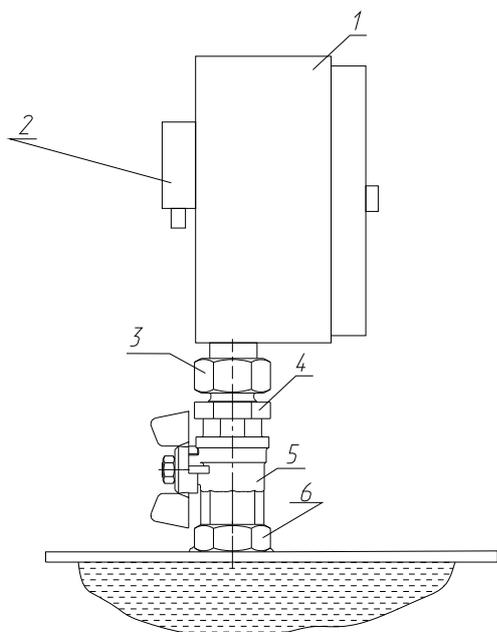

Рис.1 Установка мановакуумметра
2. Установить мановакуумметр (рис.1), для этого предварительно снять со штуцера крана находящегося на крышке пробку, устанавливаемую на время транспортирования, отвернуть штуцер и навернуть его на мановакуумметр (наворачивание производить до отказа). После чего навернуть мановакуумметр вместе со штуцером и контргайкой на кран, расположив лицевой частью к выводам НН и зафиксировать контргайкой.